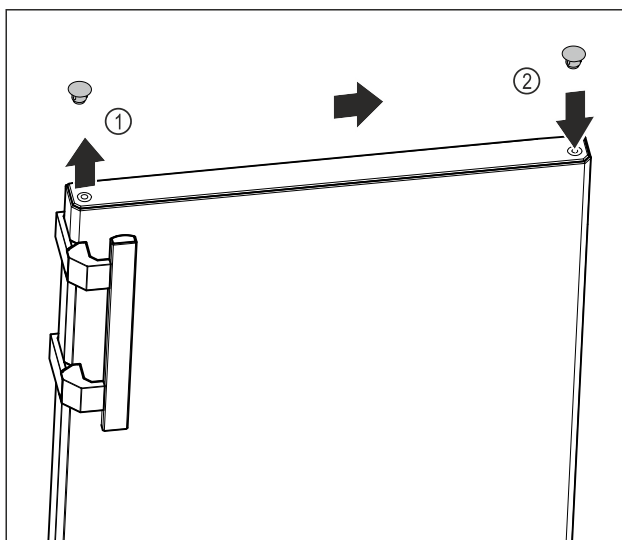

Fig. 18
- Óvatosan emelje le az ajtó felső oldalán a fedődugót Fig. 18 (1) egy lapos csavarhúzóval.
- Helyezze fel a fedődugót a másik oldalon. Fig. 18 (2)